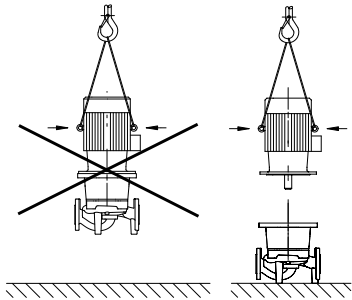

Рис. 8: Упоры двигателя
- Транспортировочные петли на двигателе предназначены только для транспортировки двигателя, а не всего насоса (рис. 8).